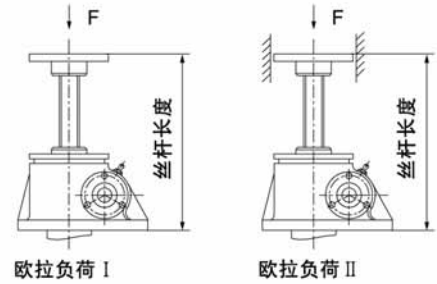
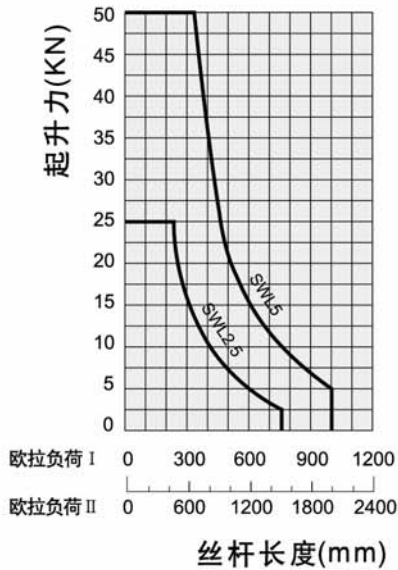
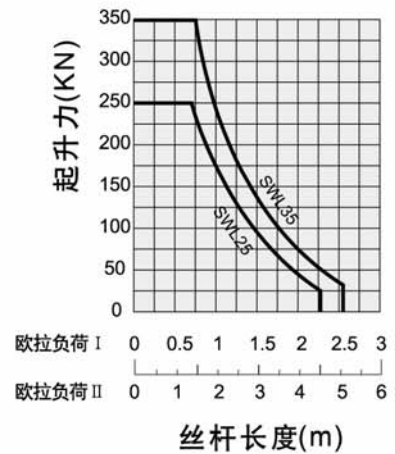

图 1
图 2
图 4
根据丝杆行程和提升负荷查图 1 ~ 图 4，找出所需升降机的型号，再查提升力和提升速度表，校核提升速度是否满足要求。
根据  $F=20\text{kN}$ ，丝杆行程 = 400mm 查图 2，选择 SWL5 升降机。再查提升力和提升速度表核对 SWL5 升降机在 20kN 负荷下只允许 0.526m/min 的速度，只有重选大型号的升降机。再查提升力和提升速度表得知 SWL10 在 20kN 负荷下允许提升速度为 1.44m/min 而满足要求。
- 1) 当压力负荷减小时，提升高度可随之增大（两者具体关系详见图 2 ~ 图 4）；